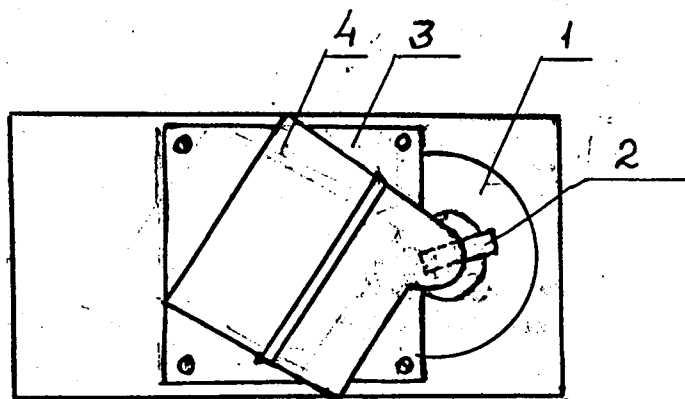

Рис. 1 (вид сверху)
2. Установить прибор на подставку в соответствии с разметкой на подставке (рис. 1).